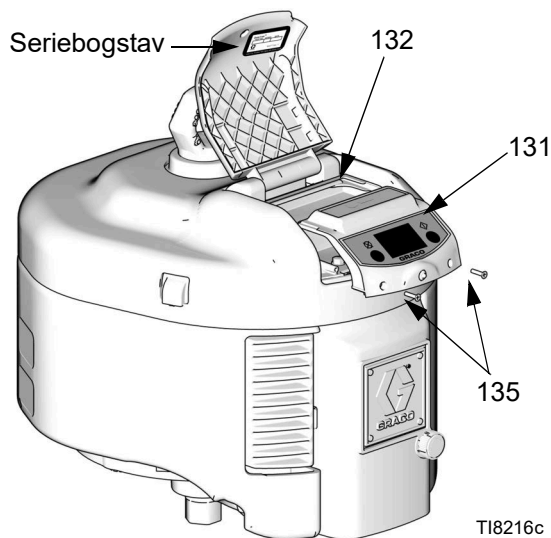

FIG. 4. Fjern DataTrak-modulet
1. Fjern de to skruer (135). Glid forsigtigt DataTrak modulet (131) ud af kabinettet (132). Se FIG. 4.
*FIG. 4 viser, hvor seriebogstavet kan findes.